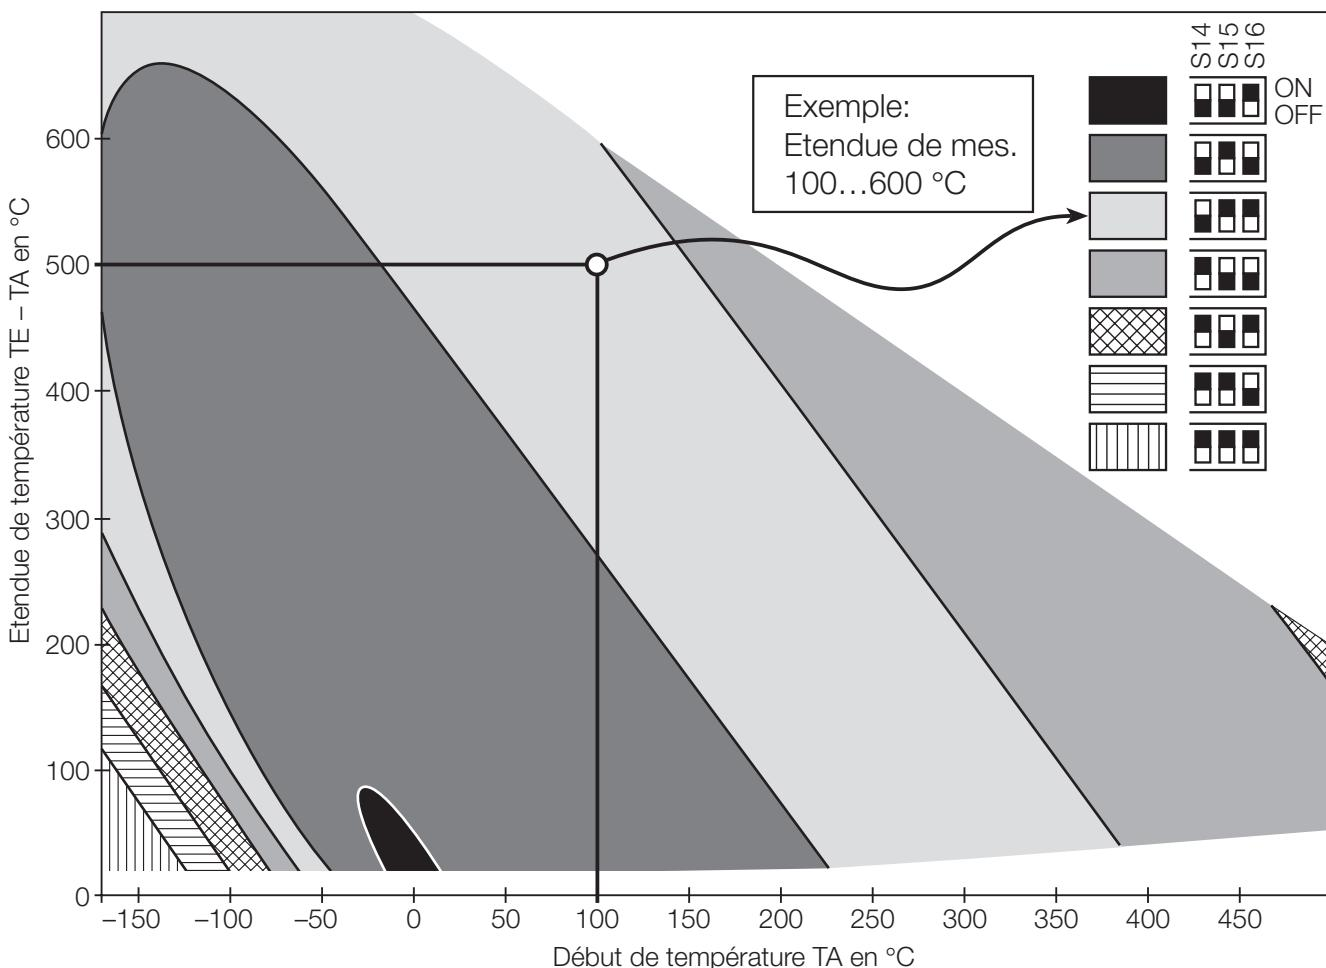

Fig. 9. Détermination de la position des commutateurs (S14...S16) pour la linéarisation.
Suivant la valeur du début d'étendue de mesure (TA) et de plage de mesure de température (TE – TA), une disposition spéciale des commutateurs S14...S16 peut être nécessaire pour réaliser une linéarisation correcte. La Fig. 9 indique comment déterminer la position de ces commutateurs pour un exemple d'une étendue de mesure de 100...600 °C. Les positions «OFF–ON–ON» seront donc nécessaires pour une linéarisation correcte.